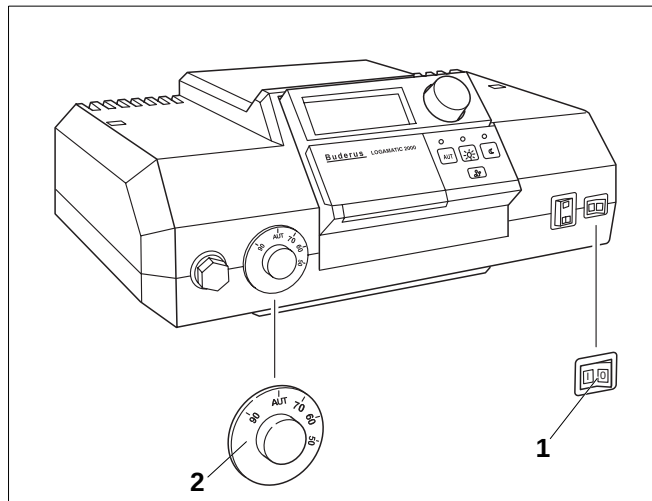
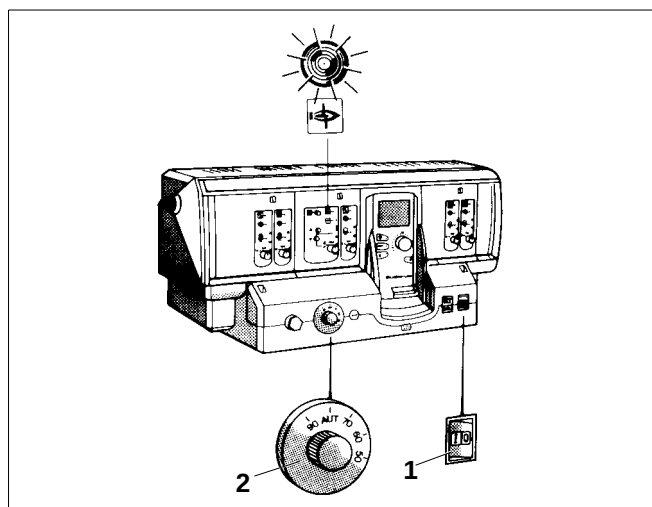

Fig. 1 Système de régulation Logamatic 2000
Fig. 2 Système de régulation Logamatic 4000
- Mettre l'interrupteur de service (fig. 1, **pos. 1** resp. fig. 2, **pos. 1**) en position "I" (ON).
- Régler l'aquastat chaudière (fig. 1, **pos. 2** resp. fig. 2, **pos. 2**) sur "AUT". En cas de régulation constante régler sur la température souhaitée (min. 65 °C).
Legende pour fig. 1 et fig. 2
- Mettre l'interrupteur de service (fig. 1, **pos. 1** resp. fig. 2, **pos. 1**) en position "0" (OFF).